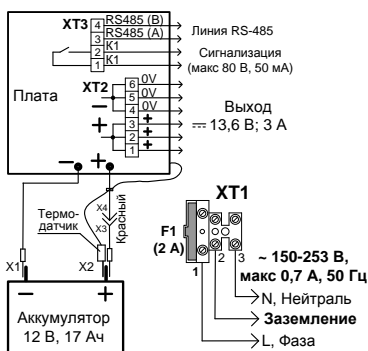

Рис. 2
При подключении внешнего питающего напряжения 220 В к сетевой колодке ХТ1 необходимо соблюдать правильность подключения проводов «фаза», «нейтраль» и «земление». Подключение цепей к РИП производить в соответствии с рис. 2. Схема подключения расположена на внутренней стороне корпуса РИП.
3.2.4 Согласно схеме соединений (рис. 2):
б) изъять из колодки вставку F1 (2 А), подключить сетевые провода к входной колодке (фаза (L) должна быть подключена к ХТ1:1, см. рис. 2);
г) подключить согласно проекта на систему выход оптореле К1 и линию связи RS-485 (см. рис. 2).